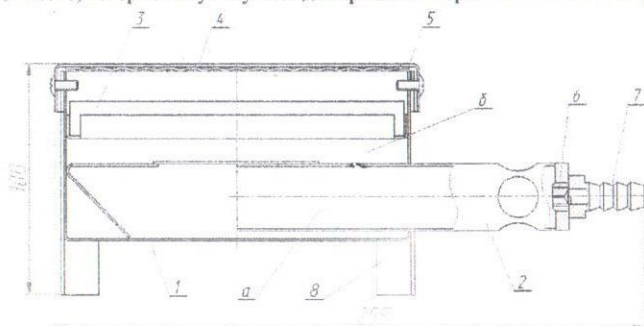

Рис.1
4.1 Конструктивно горелка состоит из следующих составных частей (Рис.1): корпуса поз.1, трубы смесителя поз.2, керамического излучателя поз.3, сетки поз.4, рамки поз.5, форсунки (сопла) поз.6, штуцера поз.7, четырех стоек-ножек поз.8, которые могут служить для крепления горелки к металлоконструкциям.